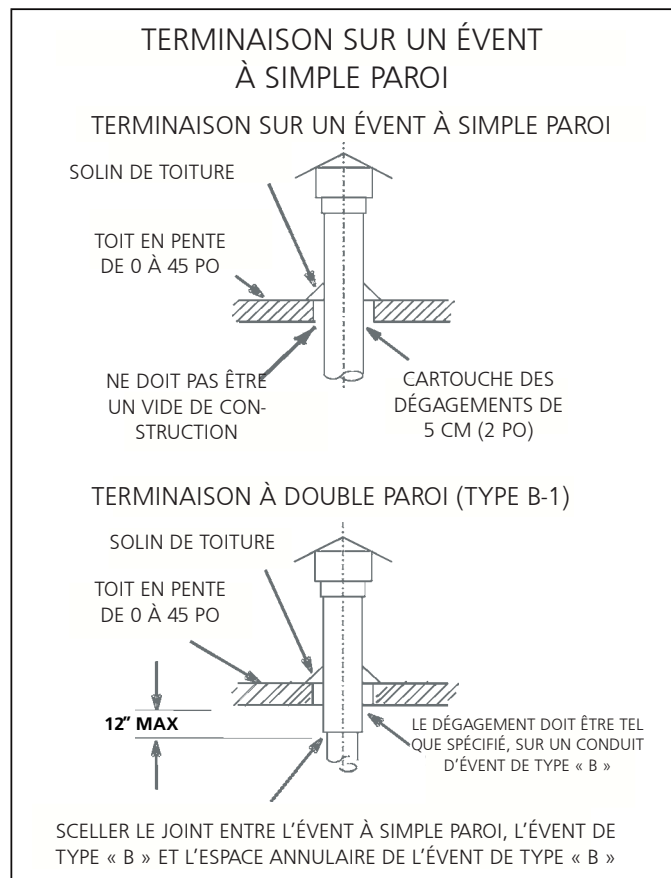

FIGURE 2
1. Les radiateurs MHU doivent être utilisés avec des cheminées approuvées NFPA ou ANSI, des événements pour le gaz homologués U.L. de type B-1, des conduits en métal à simple paroi, ou des systèmes homologués de doublage de cheminée pour l'aération du gaz, là où cela s'applique, ainsi qu'avec les modifications et limitations listées dans la **figure 2**. Sceller le matériel unique de l'évent mural conformément à la section **A - Exigences et recommandations générales**.